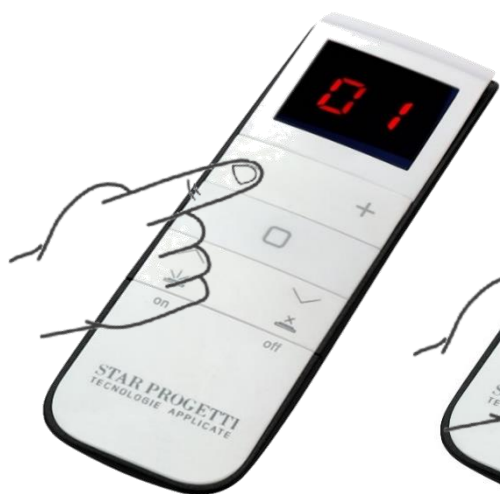

Fig.6
- Entro 10 secondi tramite i pulsanti “+” e “-” selezionare il canale [1-12] scelto per l’assegnazione. Esempio «canale 1» Fig.6